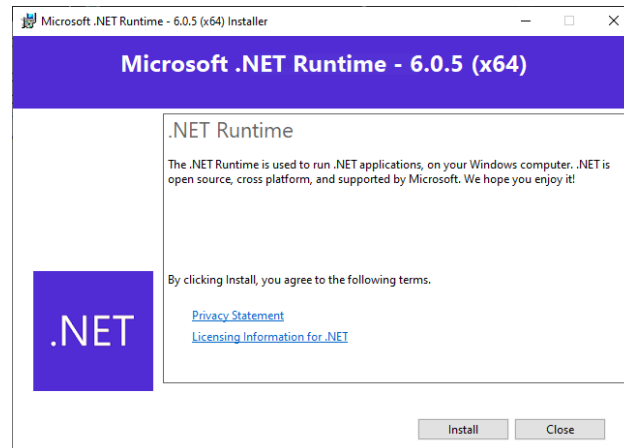
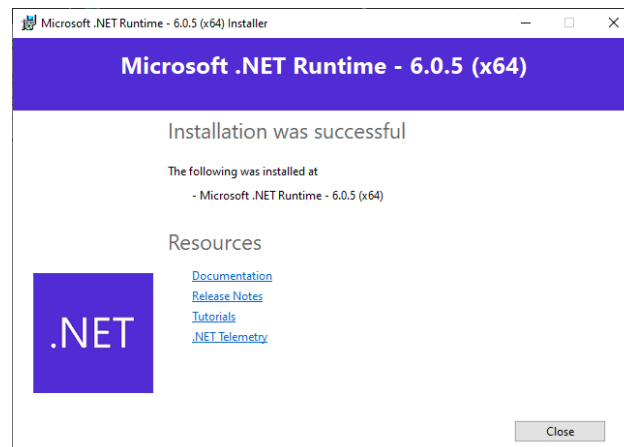

Figure 17: .NET 运行时安装窗口。
Figure 18: .NET 运行时成功安装窗口。
6. (可选) 如果需要安装 .NET 运行时，请单击 .NET 运行时安装窗口中的 *Install* (图 17)。如果安装成功，将出现图 18 所示的窗口。